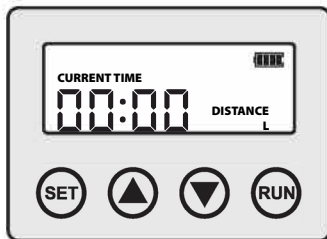

FIGURE 1
1. Allumez l'appareil en appuyant sur l'interrupteur marche/arrêt situé sur le corps de l'appareil. Par défaut, l'écran s'affiche comme dans la fig. 1. Utilisez le bouton "SET" pour régler l'horloge de l'appareil. Une brève pression sur le bouton "SET" permet d'accéder au réglage des heures, une seconde pression permet d'accéder au réglage des minutes. Utilisez les boutons "Up" et "Down" pour régler les valeurs respectives de "Down" pour augmenter ou diminuer les unités respectives.